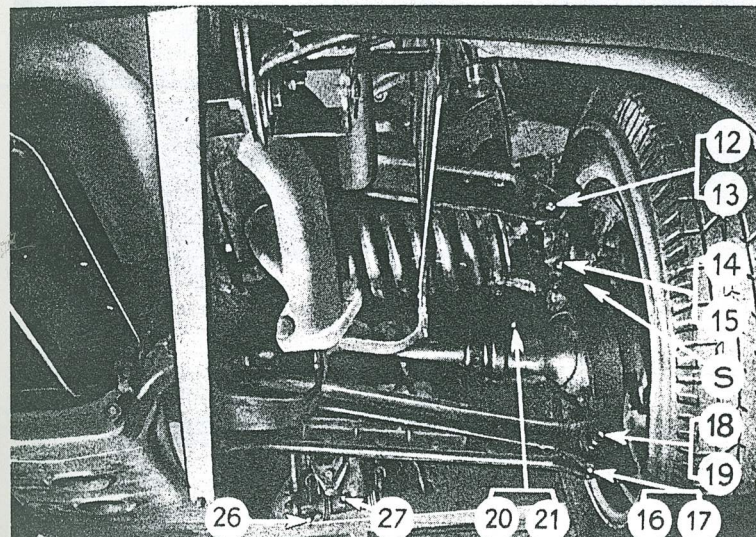

Fig. 24
- n° 12 et 13 Articulation supérieure (fig. 24)
- n° 14 et 15 Axe supérieur de pivot (fig. 24)
- n° 16 et 17 Axe inférieur de pivot (fig. 24)
- n° 18 et 19 Articulation inférieure (fig. 24)
- graisseurs n° 20 et 21 Joints homocinétiques Tracta Æ (fig. 24)
- n° 26 et 27 Pédalier (fig. 24)
peut s'échapper pour faire place à la graisse permet en même temps le contrôle du remplissage. La quantité de graisse est suffisante lorsqu'elle sort par cette soupape (fig. 24).